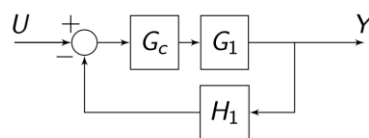

Figura 1: Diagrama de bloques del sistema
- 2) El diagrama en bloques de la Figura 1 representa el sistema de control de un servomotor que acciona uno de los ejes de posicionamiento de un robot de asistencia para maniobras de pacientes. Para dicho sistema se requiere el diseño de un controlador. En base a los requisitos solicitados, se ha determinado que el factor de amortiguamiento final del sistema a lazo cerrado deberá ser $\zeta = 0,4$ a la vez que el margen de ganancia sea superior a 10 [dB]. Se ha seleccionado un transductor con función de transferencia dada por $H_1(s) = \frac{900}{(s^2 + s + 948)}$